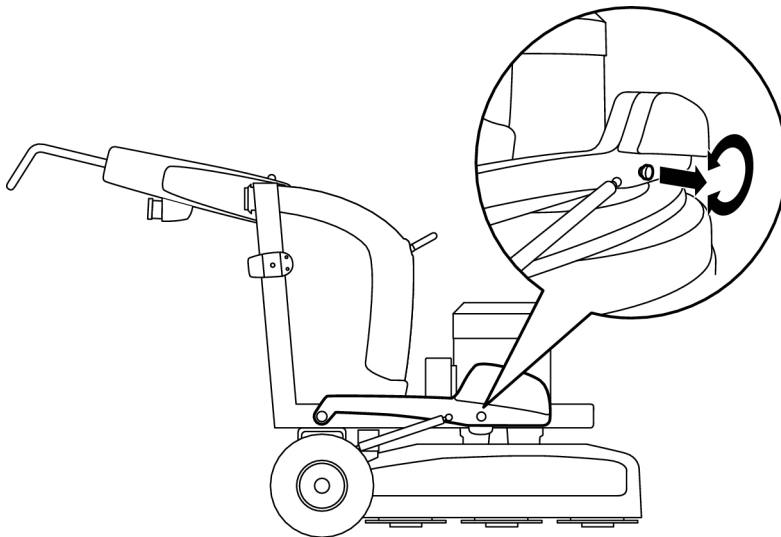

Bild 4-6. Vikter fällda framåt
- Dra varje sprint utåt och lås i utdraget läge genom att vrida dem i pilens riktning, se Bild 4-6, sidan 21.
För att få ett högre sliptryck och därmed ökad slipeffekt ska vikterna fällas framåt, se Bild 4-6, sidan 21.